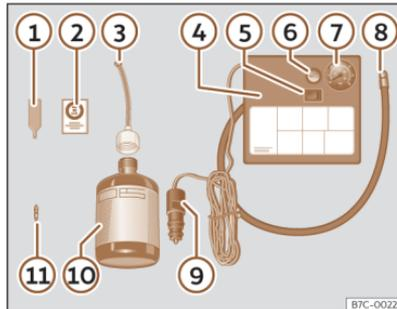

Abb. 230 Prinzipdarstellung: Bestandteile des Pannensets
Das Pannenset befindet sich im Gepäckraum unter dem Bodenbelag. Es besteht aus folgenden Bestandteilen >>> (Abb. 230):
- Ventilkappe und Ventileinsatz vom Reifenventil abschrauben. Verwenden Sie den Ventileinsatzdreher >>> (Abb. 230) ① zum Heraus-schrauben des Ventileinsatzes. Legen Sie den Ventileinsatz auf einem sauberen Untergrund ab.
- Reifenfüllflasche kräftig schütteln >>> (Abb. 230) ⑩.
- Einfüllschlauch >>> (Abb. 230) ③ auf die Reifenfüllflasche schrauben. Die Folie am Verschluss wird automatisch durchstoßen.
- Verschlussstopfen vom Einfüllschlauch >>> (Abb. 230) ③ entfernen und das offene Schlauchende auf das Reifenventil schrauben.
- Ventileinsatz mit dem Ventileinsatzdreher >>> (Abb. 230) ① wieder in das Reifenventil schrauben.
- Reifenfüllschlauch >>> (Abb. 230) ⑧ des Luftkompressors fest auf das Reifenventil schrauben.
- Prüfen, ob die Luftablassschraube >>> (Abb. 230) ⑥ zuge dreht ist.
- Kabelstecker >>> (Abb. 230) ⑨ in eine 12-Volt-Steckdose des Fahrzeugs stecken >>> S. 252.
- Luftkompressor mit dem EIN-/AUS-Schalter >>> (Abb. 230) ⑤ einschalten.
- Kleben Sie den Aufkleber >>> (Abb. 230) ② im Sichtfeld des Fahrers auf das Kombi-Instrument.
Schließen Sie den Reifenfüllschlauch >>> (Abb. 230) ⑧ wieder an und lesen Sie den Reifenfülldruck an der Reifenfülldruckanzeige ⑦ ab.